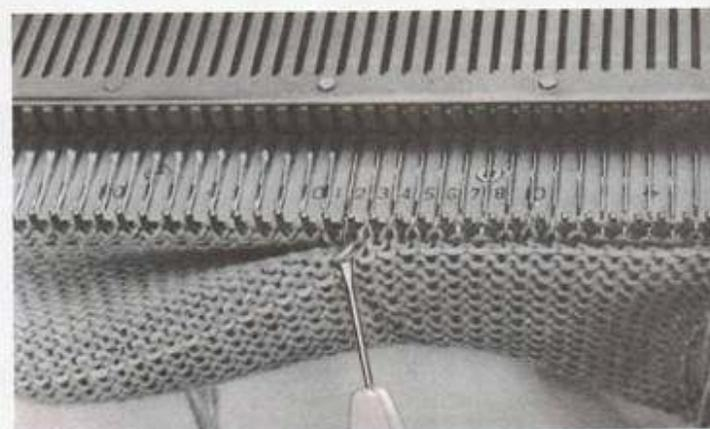

Fig. 39
- Introduire le poinçon dans la première maille du côté droit du premier rang sous le fil de couleur « B » (fig. 39).